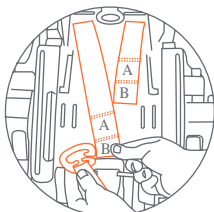

Fig. 30-2
5. Dé, vuelta el asiento, ubique la placa reguladora del cinturón cerca de la base del asiento. (Fig. 30-2) Quite los dos tirantes del arnés de la placa reguladora del cinturón. Desde la parte delantera del asiento, pase los tirantes del arnés a través de las aberturas del área de los hombros y la almohadilla del asiento.